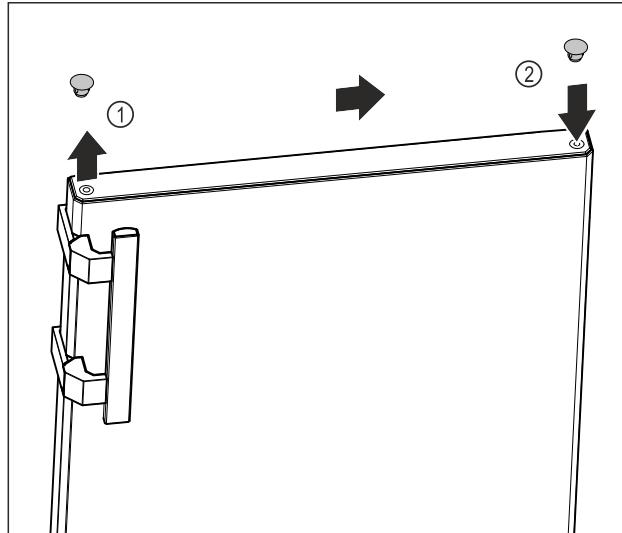

Fig. 17
- Ngrini lart me kujdes tapat mbulese të anës së derës Fig. 17 (1) me një kaçavidë me kokë petë.
- Vendosni tapat mbuluese në anën e kundërt. Fig. 17 (2)